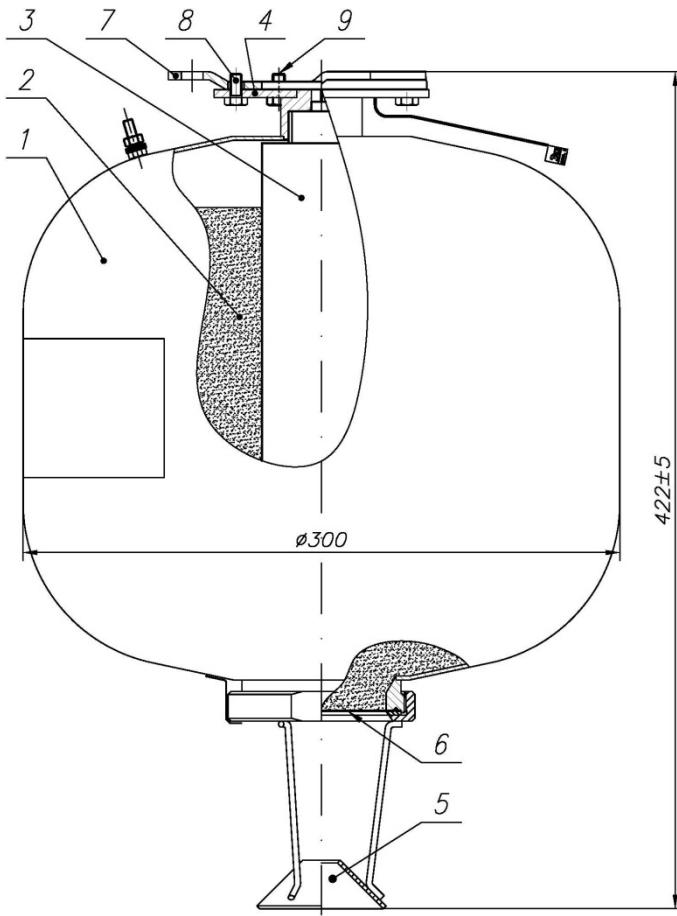

Рис. 1. Устройство модуля порошкового пожаротушения «БУРАН-15И».
4.1. Модуль (рис.1) представляет собой герметичную конструкцию, состоящую из стального корпуса 1, заполненного огнетушащим порошком 2, генератора газа 3 с электроактиватором, держателя модуля 4, насадка-распылителя 5 и разрывной мембранны 6 с насечками.
6.2. Соединить держатель модуля 4 (рис. 1) с кронштейном 7 так, чтобы головки болтов 9 вошли в широкие части пазов держателя модуля. После этого повернуть